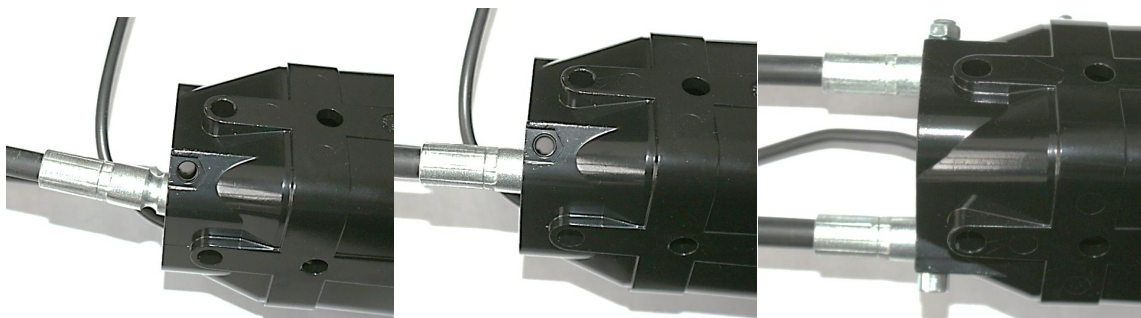

Рис. 3.5
- установить наконечник рубашки тросов так, чтобы выточка совпала с отверстием в корпусе джойстика и зафиксировать винтом с гайкой из комплекта джойстика (рис. 3.5);